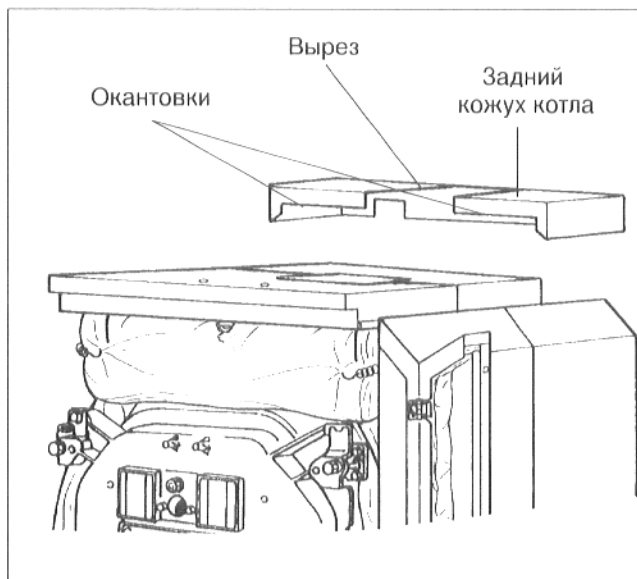

Рис. 41
- Положить задний кожух окантовками и вырезом для подводящей линии отопительного контура вперед на боковые стенки (рис. 41).